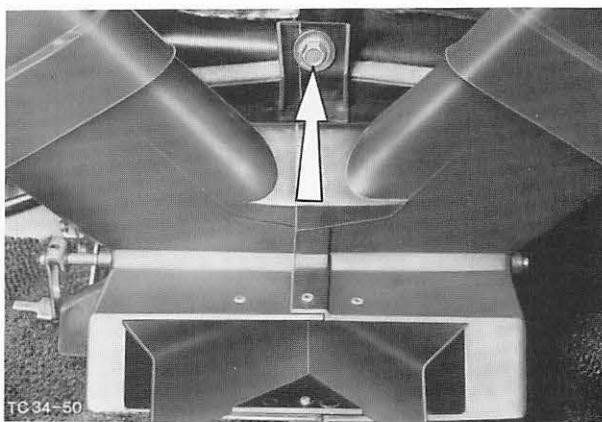

Abb. 44 Befestigung - Verteilerkasten an Windlauf
4. Luftverteilerkasten vom Windlauf abbauen (1 Schraube), Abb. 44. Verteilerkasten aus der Halterung ziehen und beide Verbindungsschläuche zu den Entfrosterdüsen vom Kasten trennen. (Bei Fahrzeugen mit H.D.-Heizung zusätzlich Schläuche der Belüftungsdüsen abziehen).